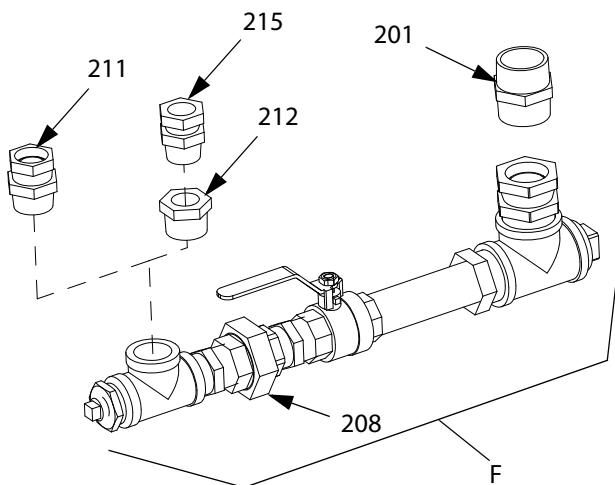

Рис. 7. Подключение блока выпуска жидкости к нижнему блоку насоса
4. Ослабьте штуцер (208).
5. Подключите поворотный фитинг (211 или 215) к нижнему клапану насоса. См. Рис. 7.
6. Нанесите трубный герметик на одну резьбу ниппеля (201) и установите смазанный герметиком конец в нижнюю часть бункера (D).
9. Затяните штуцер (208) и убедитесь в том, что блок выпуска жидкости отрегулирован. См. Рис. 7 на стр. 10.